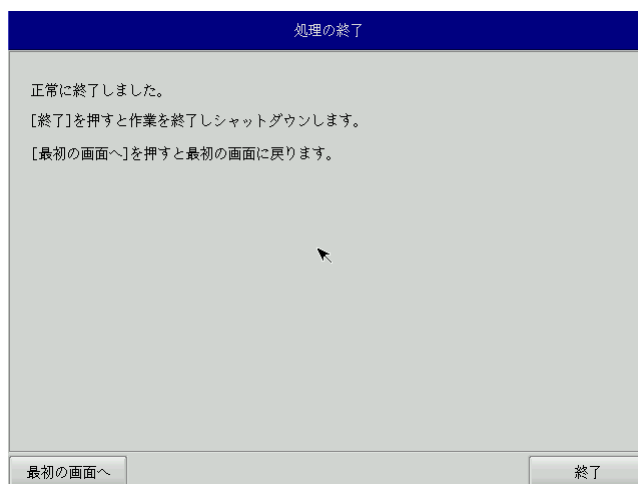

図 6-2-9. 終了画面
- ⑬ 終了画面（図 6-2-9）が表示されるとバックアップ作業は完了です。[終了]ボタンを押して電源を落としてください。